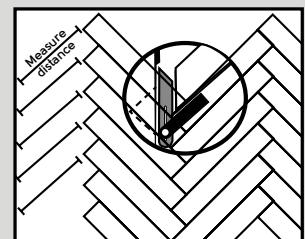

Fig. 9
- Cortando e instalando tablones en las paredes debe realizarse de la siguiente manera: Mida y marque los tablones como se indica en el diagrama. El ángulo de la pared se puede determinar con un buscador de ángulos (véase más abajo) (Fig. 9).